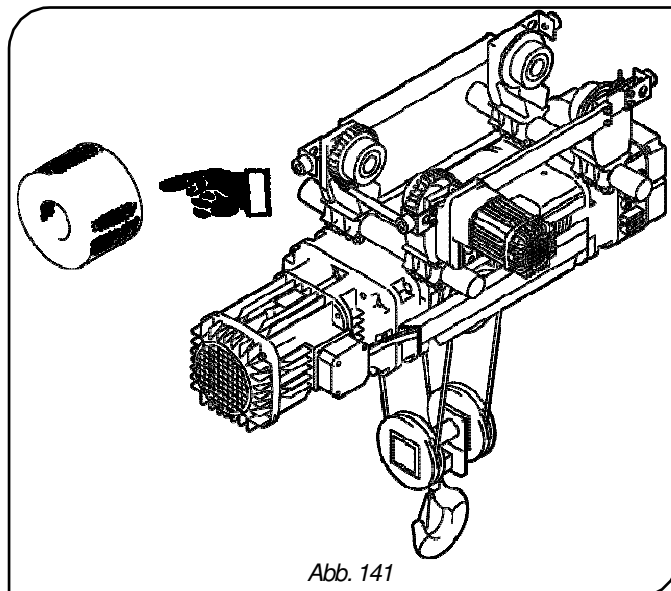

Abb. 141
**Jährliche Überprüfung der Katzenpuffer auf ihre Leistungsfähigkeit (Abb. 141):**